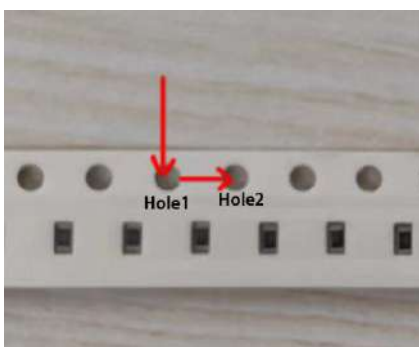

Рисунок 60
- Скорость подачи — это скорость перемещения отверстия «Hole1» в положение «Hole2» (рисунок 60). В общем случае, для данного параметра используется значение 100. При